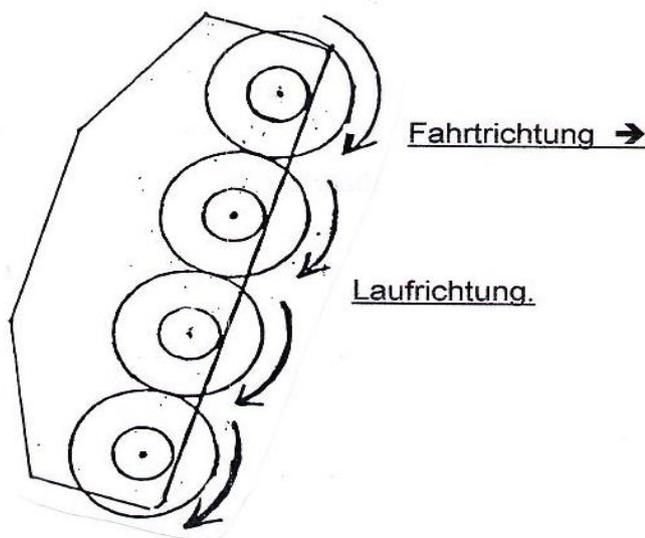

Fig. 1
- Die Sägeblätter werden so montiert, dass die Laufrichtung nach unten verläuft. (Fig. 1). Anziehen 81,5Nm (kvalitet 10,9).